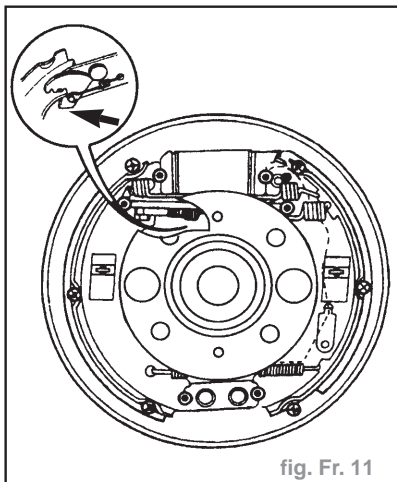

fig. Fr. 11
- Contrôler la came de réglage et, si nécessaire, la placer dans la position de réglage minimum comme suit : faire lever sur le segment primaire pour l'éloigner du cylindre de roue. Reculer la came de réglage à fond et positionner le segment (fig. Fr. 11).
- Contrôler la came de réglage et, si nécessaire, la placer dans la position de réglage minimum, comme suit : faire lever sur le segment primaire pour l'éloigner du cylindre de roue. Reculer la came de réglage à fond et positionner le segment (fig. Fr. 11).